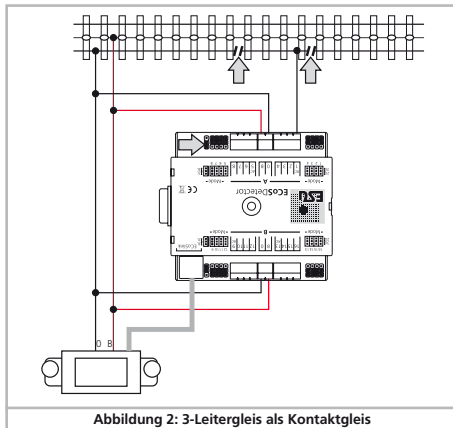

Abbildung 2: 3-Leitergleis als Kontaktgleis
Abbildung 2 zeigt den Anschluss eines als Kontaktgleis ausgeführten 3-Leitergleises.
- Verbinden Sie die Eingänge „0“ und „B“ des ECoSDetectors mit dem entsprechenden Boosterausgang. Im Beispiel Abb. 2. werden beide Rückmeldegruppen „A“ und „B“ jeweils vom gleichen Booster versorgt. Daher müssen die Klemmen „0“ und „B“ auf beiden Seiten des ECoSDetectors mit einander verbunden werden. Kommt für die Gruppe „B“ (Rückmeldeeingänge 9 bis 16) ein eigener ECoSBoost zum Einsatz, so muss der Anschluss wie in Kapitel 6.4. beschrieben durchgeführt werden.